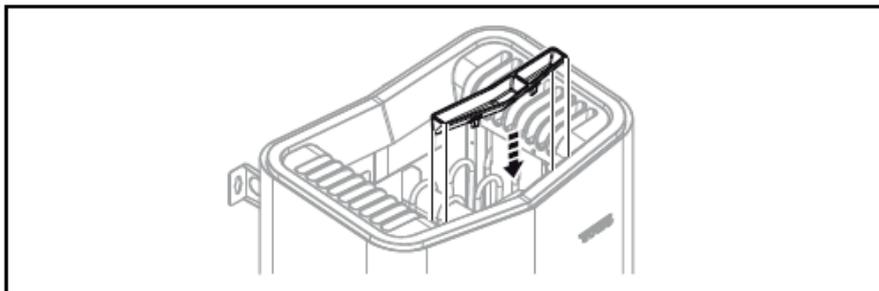

Figure 12: Fitting the fragrance holder/air humidifier
10. Montare la ciotola delle erbe/l'umidificatore d'aria (vedi Fig. 12).